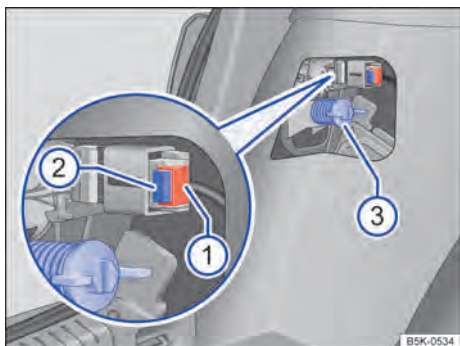

Fig. 207 Lateralmente no compartimento de bagagem: Desinstalar a lanterna traseira.
4. Retirar o fusível → Fig. 207 ①. Pressionar o bloqueio ② do conector e retirar o conector.
5. Remover o parafuso de fixação com a mão ③.
12. Segurar a lanterna traseira na posição de montagem com uma das mãos e rosquear o parafuso de fixação com a outra mão → Fig. 207 ③.
14. Encaixar o conector no suporte da lâmpada e introduzir o fusível ①.